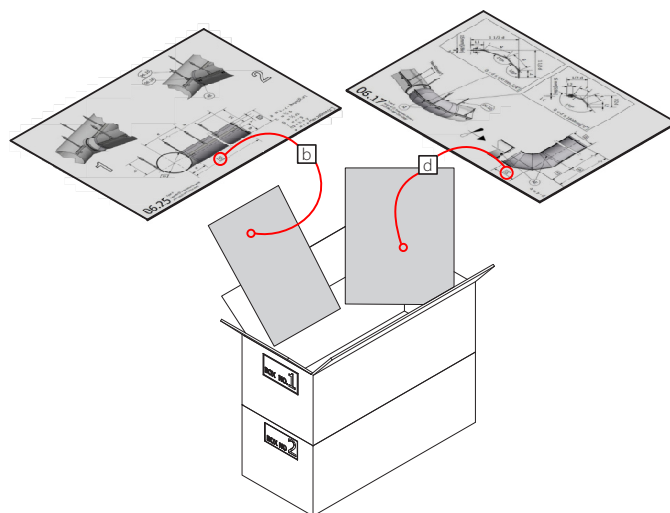

Bild 1 Textilsystem från FabricAir® levereras med projektspecifika ritningar och detaljerad montageanvisning.
- Varje textilsektion är märkt med nummeretikett^{*)} innehållande viktig information som kanaldimension, materialtyp, tvättanvisning, flödesmodell, leverans-, komponent-id och numrering för korrekt montageordning. Numreringen relaterar även till den bifogade ritningen över systemet (bild 1).